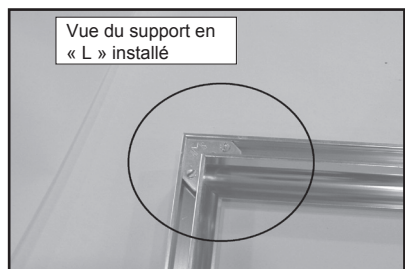

Figure 20.2
2. Assemblez la garniture au moyen des (2) supports en cornière fournis. **Figure 20.2**